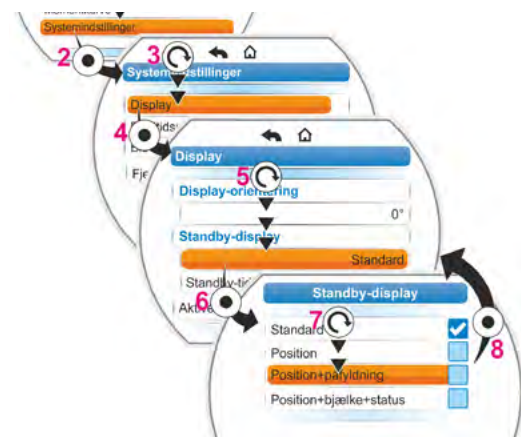

Fig. 5: Vælg Standby-display
1. Udfør betjeningsstrinnene pos. 1 til pos. 4 som beskrevet i det foregående kapitel "Display-orientering".
2. Sæt markeringen ved "Standby-display" på "Standard" (fig. 5, pos. 5), og bekræft (pos. 6).